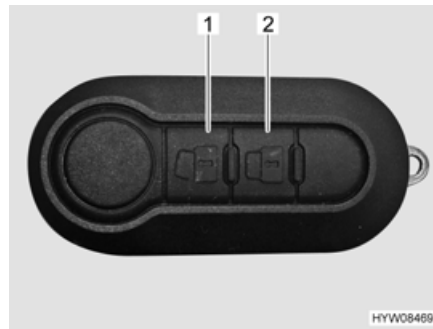

Fig. 58 Télécommande du verrouillage centralisé (2 touches)
- Appuyer une fois brièvement sur la touche  (Fig. 58,1). Les serrures de porte sont déverrouillées.
- Appuyer une fois brièvement sur la touche  (Fig. 58,2). Les serrures de porte sont verrouillées.